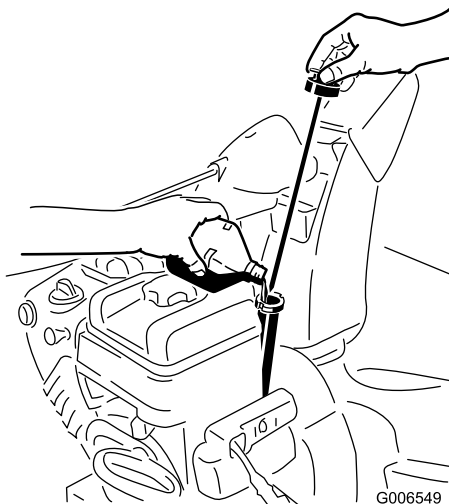

Рисунок 19
1. Выньте щуп для измерения уровня и **медленно** залейте масло в заправочную горловину так, чтобы уровень масла соответствовал метке Full (Полный) на щупе. **Не допускайте переполнения** (Рисунок 19). Смотрите Раздел «Проверка уровня масла в двигателе» в руководстве по техническому обслуживанию.